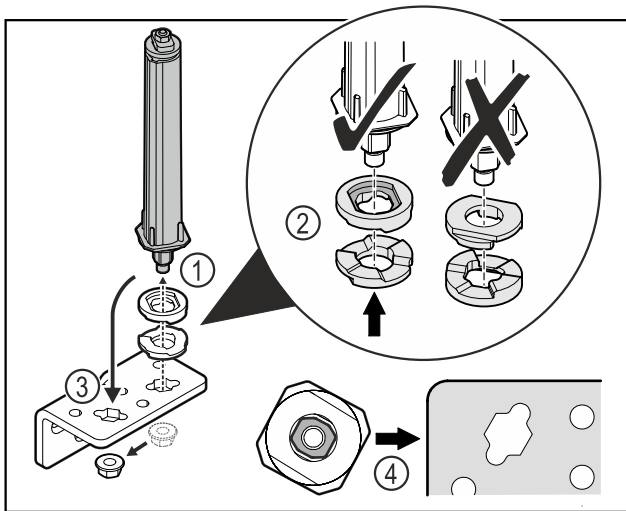

Fig. 28
- ▶ Mutter lösen und Türschließsystem entfernen Fig. 28 (1).
- ▶ Auf die korrekte Ausrichtung der Höhenverstelleichen achten Fig. 28 (2).
- ▶ Türschließsystem im Scharnierwinkel umsetzen und mit der Mutter fixieren Fig. 28 (3).
- ▶ Beim Einsetzen auf die korrekte Ausrichtung des Türschließsystems achten Fig. 28 (4).